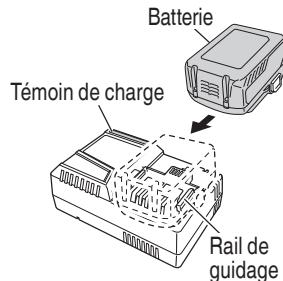

Fig. 6
- Insérer la batterie dans le chargeur de batterie. Insérer la batterie dans le chargeur de batterie comme indiqué à la Fig. 6.